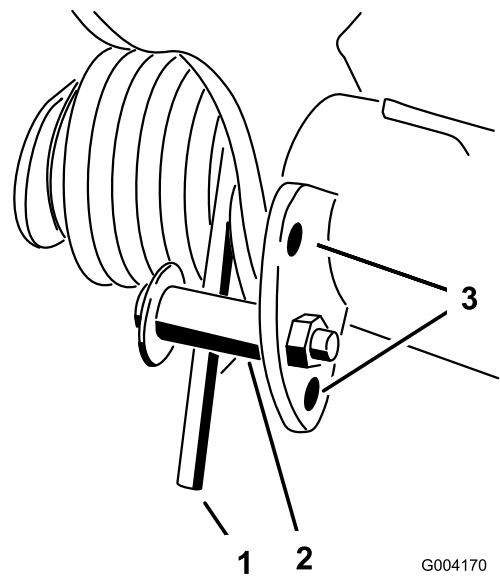

図 40
2. 調整作業の最中に、スプリングのテンションが掛からないようにするため、スプリングの長い方の端にパイプなどを通してスプリングの力を殺しておく（図 40）。
3. スプリングのテンションをなくしたら、スプリング・アクチュエータを固定しているボルトとロックナットを外す（図 40）。